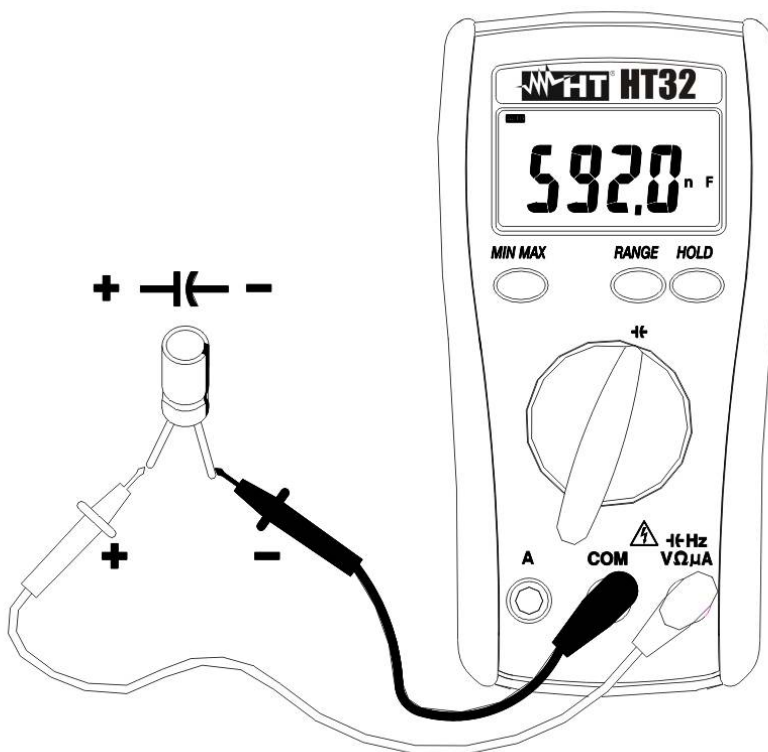

Abb. 8 Kapazitätsmessung
2. Verbinden Sie die Messleitungen wie folgt, die rote  $\rightarrow \text{||} \leftarrow \text{HzV}\Omega\mu\text{A}$  Buchse und die schwarze in **COM** Buchse (Abb. 8).